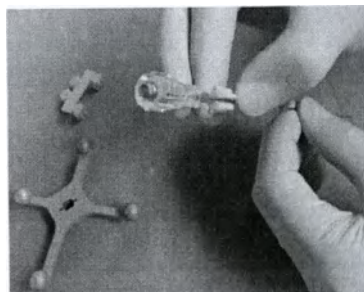

Рисунок 3.3: Установка универсального адаптера
1. Вставить катетер иглы в адаптер, проводят вверх до соприкосновения с рукояткой (рисунок 3.3).